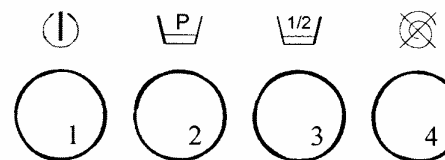

Рисунок 8
Сеть ① поз. 1 (см. рис. 8). После нажатия кнопки напряжение подается в машину, при этом загорается индикатор “Сеть” и срабатывает блокировка люка машины. При повторном нажатии напряжение отключается и индикатор гаснет, с задержкой необходимой для срабатывания блокировки люка.